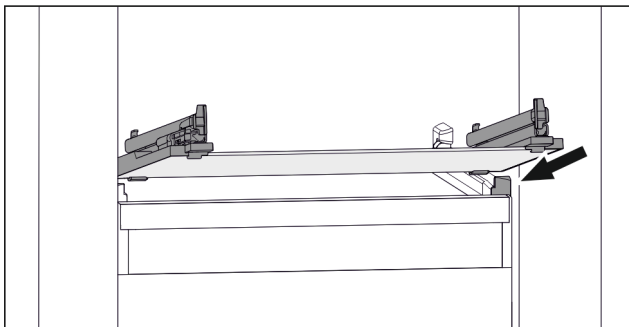

Fig. 134 Beispielhafte Darstellung der Glasplatte
- Glasplatte schräg hinter den Stopperrn aufsetzen. (zie Fig. 134)